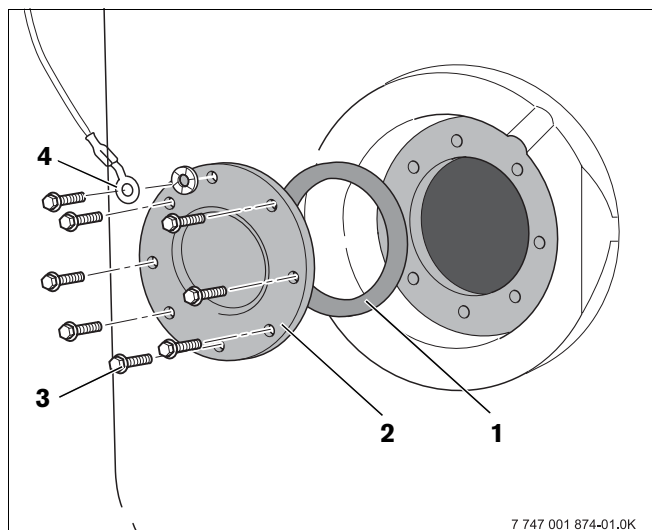

Fig. 14 Mettre le couvercle de la trappe de visite en place
- Nous recommandons d'utiliser, après le nettoyage, un nouveau joint pour le couvercle de la trappe de visite (fig. 14, **pos. 1**) pour éviter les fuites sur le préparateur.
- Remettre le couvercle de la trappe de visite (fig. 14, **pos. 2**) avec le joint (fig. 14, **pos. 1**) en place.
- Monter l'anneau du câble de raccordement à la masse (fig. 14, **pos. 4**) avec une vis à tête hexagonale et la rondelle dentelée.
- Montez les anneaux du câble de raccordement à la masse (fig. 14, **pos. 4**) avec une vis à tête hexagonale à bonne conduction électrique sur le couvercle de la trappe de visite pour garantir le fonctionnement de l'anode au magnésium.
- Visser les vis à tête hexagonale (fig. 14, **pos. 3**) sans serrer sur le couvercle de la trappe de visite.
- Puis resserrer les vis (fig. 14, **pos. 3**) avec une clé dynamométrique de 25-30 Nm.